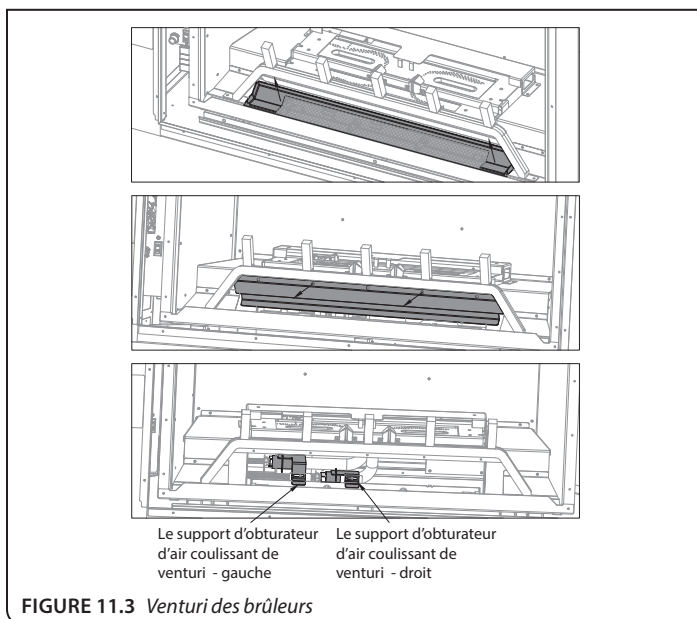

FIGURE 11.3 Venturi des brûleurs
2. Retirez la bride fixée au porte-bûches (5 vis). Voir la FIGURE 11.3.